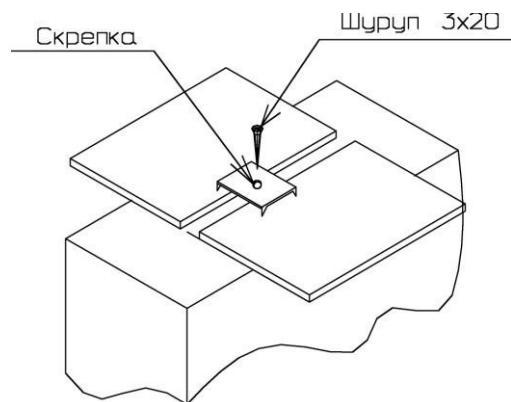
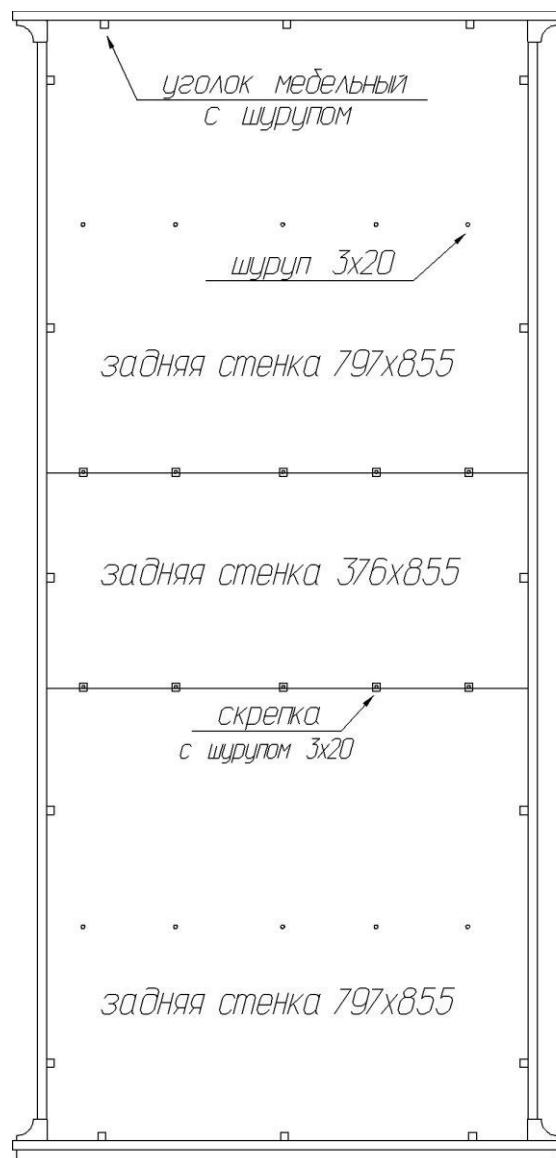

Рис. 2
Рис. 3
1. Присоединить к боковым стенкам (32), (33) горизонтальные щиты (39), (40) и полки (41) так, чтобы дюбели и шканты вошли в предназначенные для них отверстия. К боковым стенкам (32), (33) присоединить нижний щит (37) с помощью эксцентриковых стяжек и шкантов. Затянуть эксцентрики, повернув их на 180 градусов (см. схему сборки).
2. Установить задние стенки так, чтобы они вошли в пазы боковых стенок и нижнего щита (рис. 3). При помощи эксцентриковых стяжек и шкантов установить верхний щит (38). Затянуть эксцентрики, повернув их на 180 градусов.
3. Собранный корпус проверить на прямоугольность, сравнивая диагонали (их длины должны быть равны). Закрепить задние стенки в месте стыка с помощью шурупов 3х20мм и скрепок (рис.2 и рис.3). Установить мебельные уголки, закрепив их комплектными шурупами (рис.3 и рис.4).
4. Закрепить горизонтальный щит верхний (39) к профилю верхнего щита саморезом 3,5x25.